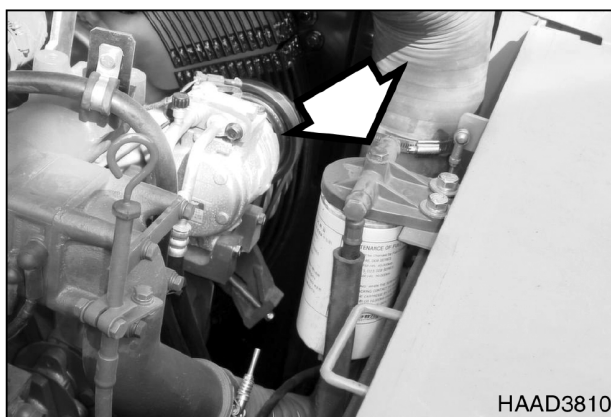

Рис. 20
1. Ослабить заглушку (рис. 20) сверху на головке топливного фильтра.